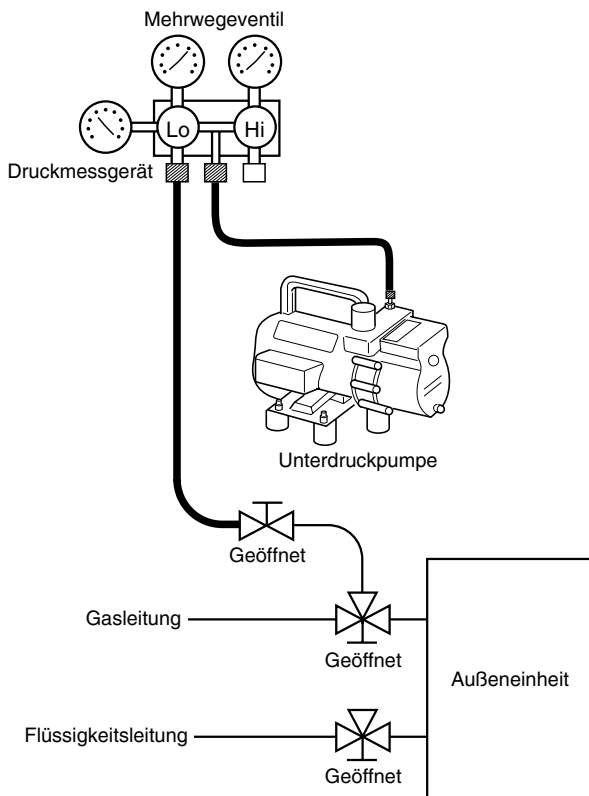

Abb. 8-4
- (1) Den Einfüllschlauch wie in den vorherigen Schritten beschrieben an der Unterdruckpumpe anbringen, um die Leitungen und die Inneneinheit zu entleeren. Dabei bestätigen, dass der "Lo"-Knopf des Mehrwegeventils vollständig geöffnet ist. Danach die Unterdruckpumpe laufen lassen.
- (2) Nachdem der angestrebte Unterdruckwert erreicht ist, den "Lo"-Knopf des Mehrwegeventils schließen und die Unterdruckpumpe abschalten. Nun sich vergewissern, dass der Unterdruck am Messgerät nach 4 bis 5 Minuten des Unterdruckpumpen-Betriebs weniger als  $-101\text{ kPa}$  ( $-755\text{ mmHg}$ ,  $5\text{ Torr}$ ) beträgt. (Abb. 8-4)